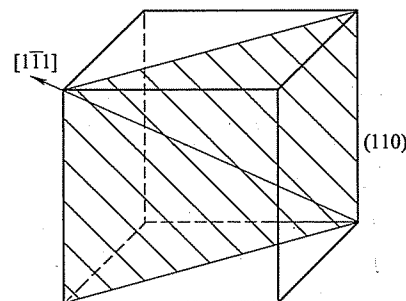

图 24-2 第一题第 2 小题解答图
2. BCC 晶体的配位数为 8, 致密度为 0.68, 其中原子半径  $r$  与点阵常数  $a$  的关系式为:  $r = \frac{\sqrt{3}}{4}a$ 。图 24-2 为体心立方的一组滑移系示意图。